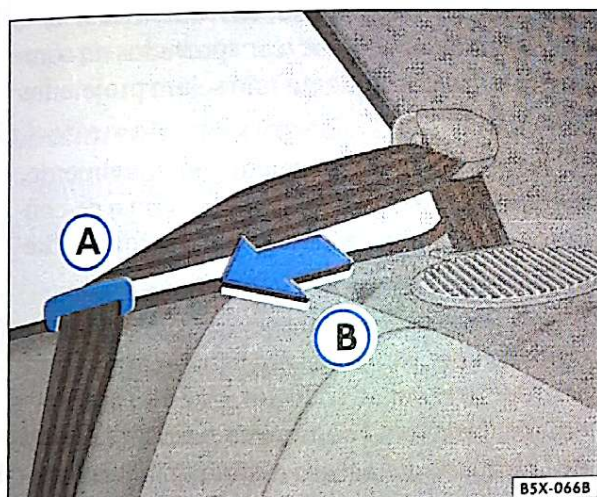
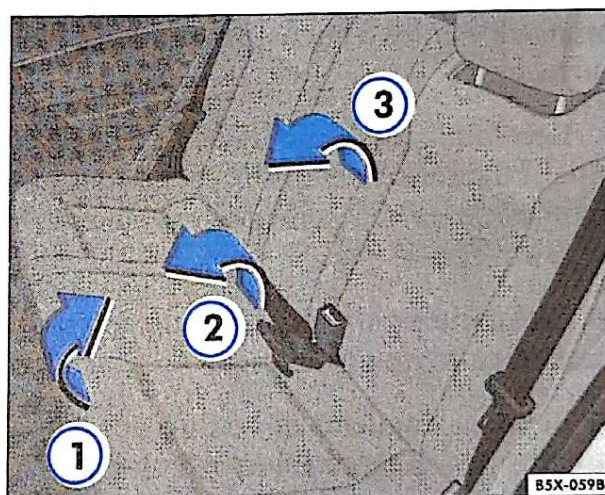

Fig. 76 Posicionador da lingueta do cinto e alavanca de desbloqueio do encosto
Fig. 77 Rebatimento do banco
- Para os veículos que possuem cintos de 3 pontos com enrolador automático, encaixe as linguetas nos respectivos alojamentos de fixação ⇒ fig. 76 (A). Para os veí-
- Destrave o assento forçando sua parte dianteira para cima ⇒ Página 91, fig. 77 (1).
- Levante a parte traseira do assento ⇒ Página 91, fig. 77 ② e posicione-o perpendicularmente ao assoalho.
- Desloque as travas ⇒ Página 91, fig. 76 no sentido da seta ⑧ e, ao mesmo tempo, rebata parcialmente o encosto do banco ⇒ Página 91, fig. 77 ③, remova os apoios para cabeça ⇒ Página 89 ⇒ ⚠ e abaixe totalmente o encosto.
- Encaixe as linguetas nos respectivos alojamentos de fixação ⇒ Página 91, fig. 76 ①.
- Desloque as travas ⇒ Página 91, fig. 76 ⑧ e, ao mesmo tempo, rebata parcialmente o encosto do banco ⇒ Página 91, fig. 77 ③.